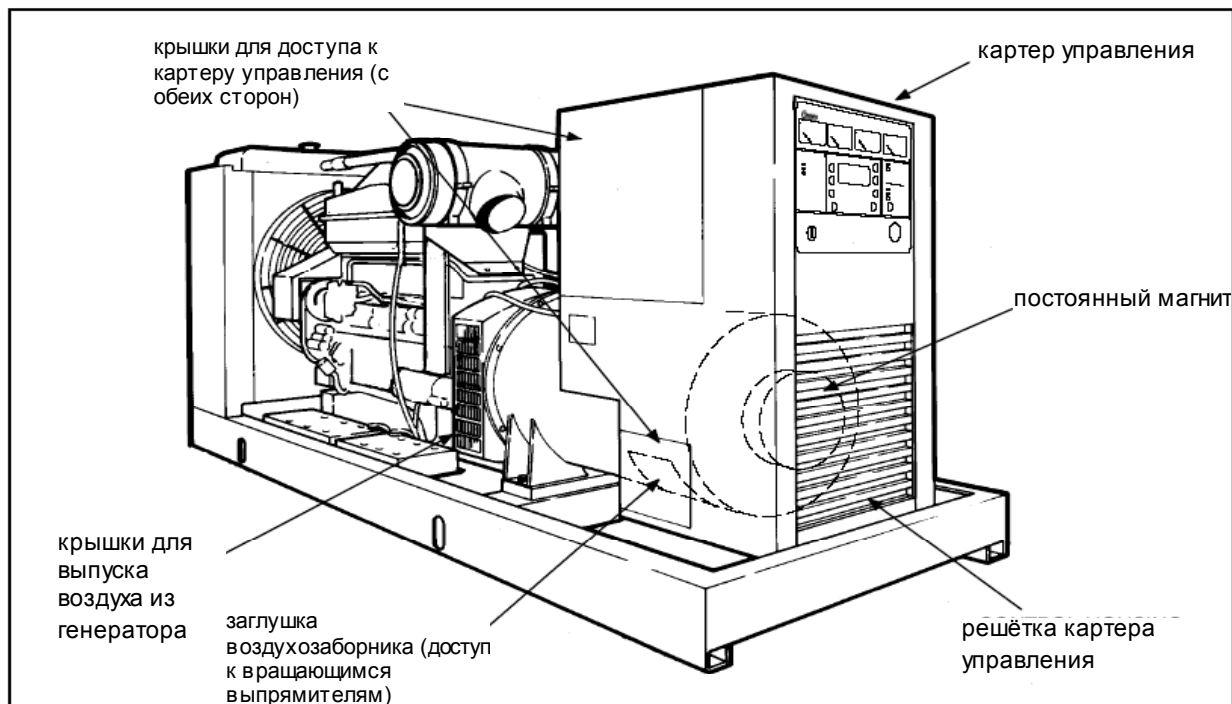

Рисунок 6-7. Генератор и картер управления
2. Снимите решётку картера управления для получения доступа к крышкам (смотрите рисунок 6-7).
2. Снимите панель отверстия для впуска и выпуска воздуха и получите доступ к картеру управления и генератору (смотрите рисунок 6-7).